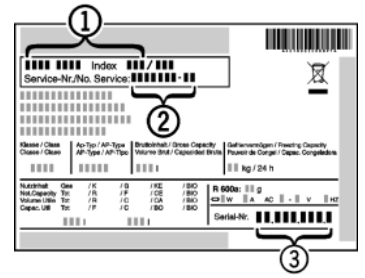

Fig. 25
- ▶ Gerätebezeichnung *Fig. 25 (1)*, Service-Nr. *Fig. 25 (2)* und Serial-Nr. *Fig. 25 (3)* vom Typenschild ablesen. Das Typenschild befindet sich an der linken Geräteinnenseite.